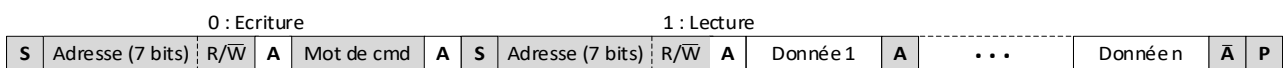

Figure 5 : Trame d'écriture / lecture
- *Format combiné* (voir Figure 5) : Après la condition de START, le maître envoie l'octet d'adresse avec $R/\bar{W} = 0$; le maître envoie ensuite le mot de commande (sur un ou plusieurs octets) ; une fois envoyé, il génère une condition de START répétée suivie de l'octet d'adresse, mais cette fois-ci avec $R/\bar{W} = 1$. A ce moment, le sens de transfert sera inversé, le maître-émetteur devient un maître-récepteur et le récepteur esclave devient un esclave-émetteur. Tous les acquittements avant l'inversion de sens sont générés par l'esclave ; les autres sont générés par le maître. Le dernier acquittement juste avant la condition STOP est un NACK.